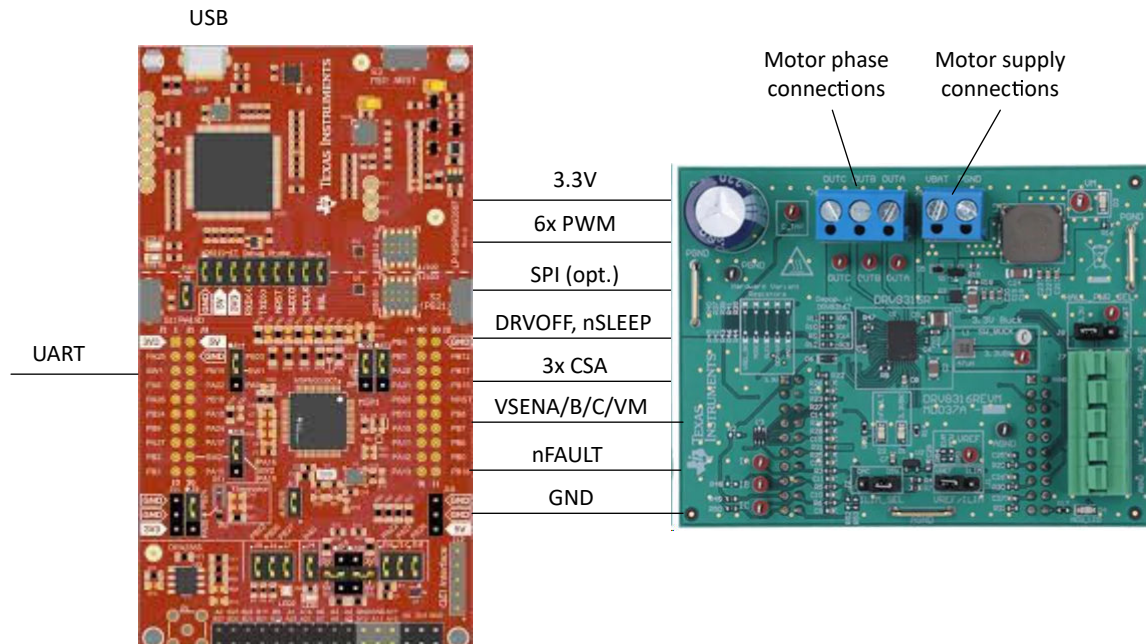

图 2-4. MSPM0 LaunchPad 套件和 DRV83xx EVM 外部配置
2. 通过将 EVM 与 LaunchPad 匹配或使用跳线来实现从 MSPM0 LaunchPad 到 DRV83xx EVM 的器件间连接，如图 2-4 所示。有关硬件用户指南连接的详细信息，请参阅节 2.1.1。